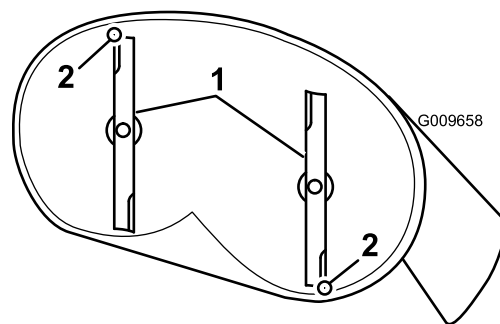
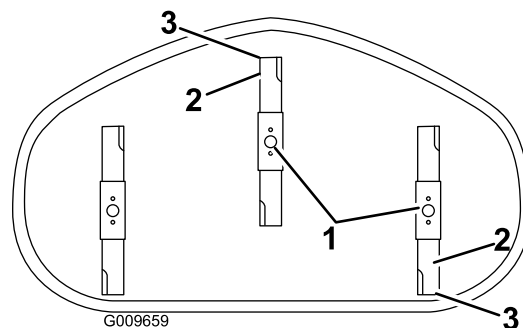

Figura 56
Figura 57
4. Gire cuidadosamente las cuchillas colocándolas en el sentido de avance de la máquina (Figura 56 y Figura 57).
5. Mida entre la punta de la cuchilla delantera y la superficie plana y entre la punta de la cuchilla trasera y la superficie plana (Figura 56 y Figura 57). Si la punta de la cuchilla delantera no está entre 1.6 y 7.9 mm (1/16 y 5/16 pulg.) más baja que la punta de la cuchilla trasera, ajuste la contratuerca delantera.
8. Compruebe la inclinación longitudinal de nuevo después del ajuste. Siga ajustando la tuerca hasta que la punta de la cuchilla más avanzada esté entre 1.6 y 7.9 mm (1/16 y 5/16 pulgada) más baja que la punta de la cuchilla más atrasada (Figura 56 y Figura 57).